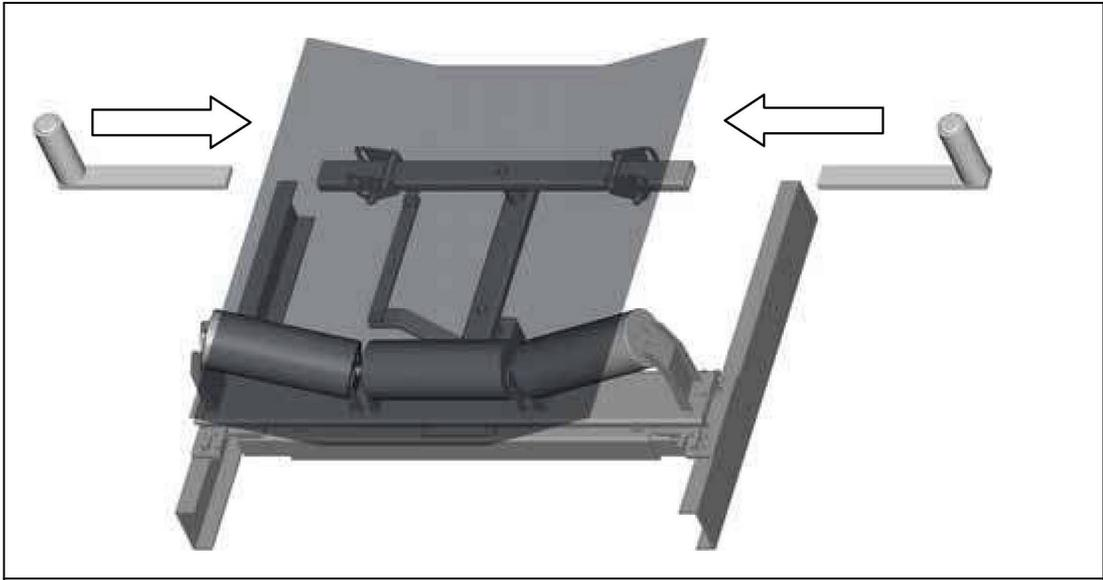

Fig. 23: Instalación de la unidad de rodillos sensores
12. Introduzca la unidad de rodillos sensores en la unidad de guía (Fig. 23)..